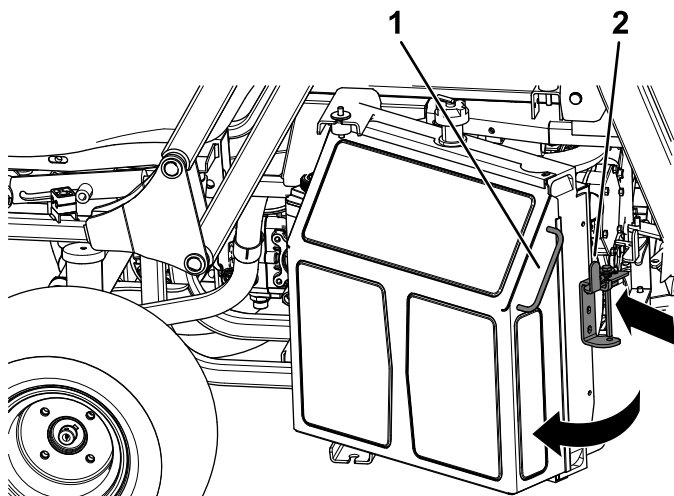

Figure 58
1. Poussez le verrou sur le radiateur vers l'intérieur et le radiateur (Figure 58).
2. En vous aidant de la poignée sur le côté du radiateur, faites pivoter le radiateur pour accéder au moteur (Figure 58).